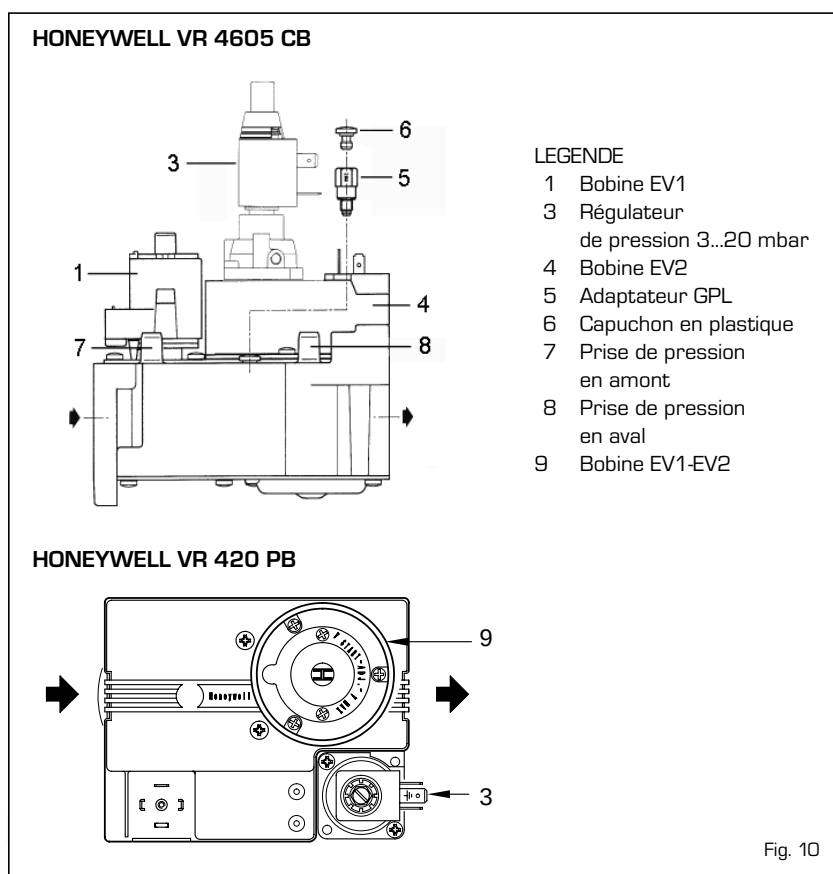

Fig. 10
4.1 VANNE DU GAZ (fig. 10)
Lors du premier allumage de la chaudière, il est toujours conseillé de purger la tuyauterie en actionnant la prise de pression en amont de la vanne (7 fig. 10 - 9 fig. 2).
les régulateur de pression (4...37 mbar) et, pour éviter que la chaudière se bloque lors des démarrages à froid, appliquer lors des vers. "1.80-1.99" l'adaptateur code 6248303 sur la vanne gaz (5 fig. 10). Pour régler la puissance du chauffage, se conformer aux instructions du point 4.2.